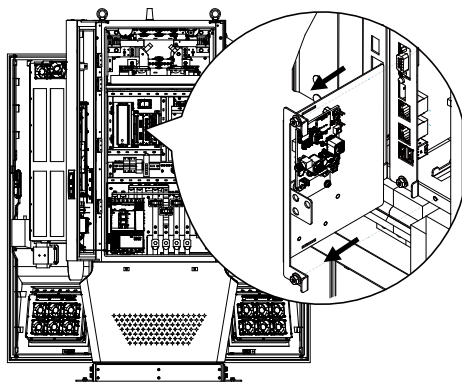

Figura 36. Accesso al modulo 4G/Wi-Fi
- 1) Estrarre il vassoio superiore dalla scatola CSU per accedere al modulo 4G/Wi-Fi all'interno dell'armadio. Vedere la figura 36.